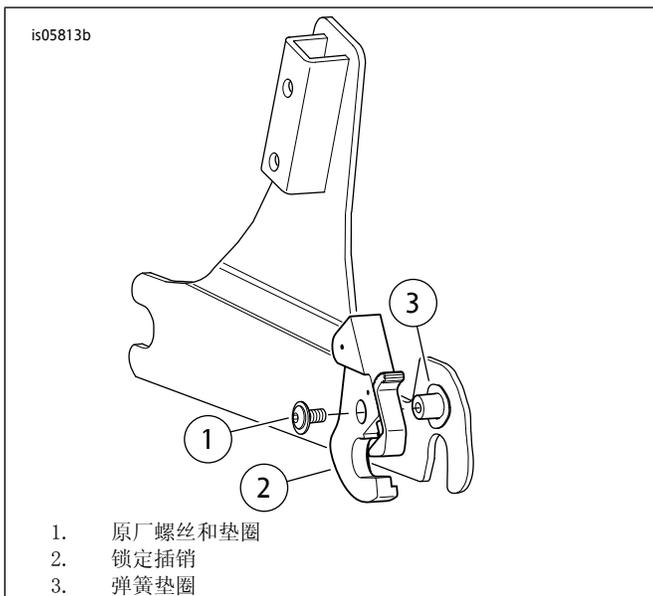

图7。内部右侧安装(隐藏式释放装置)
单人行李架套件	参见图7, 内部右侧安装(隐藏式减压阀)
1. 参见图7。拆下右侧非锁定插销。将右弹簧垫圈留在右侧安装轮毂上。